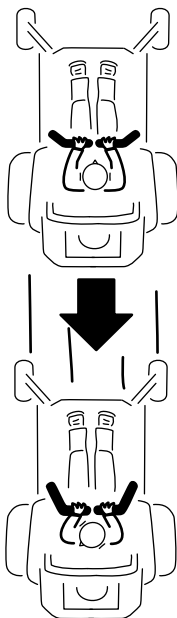

図 24
2. 後退するには、モーションコントロールレバーをゆっくりと後方に引く(図 24)。